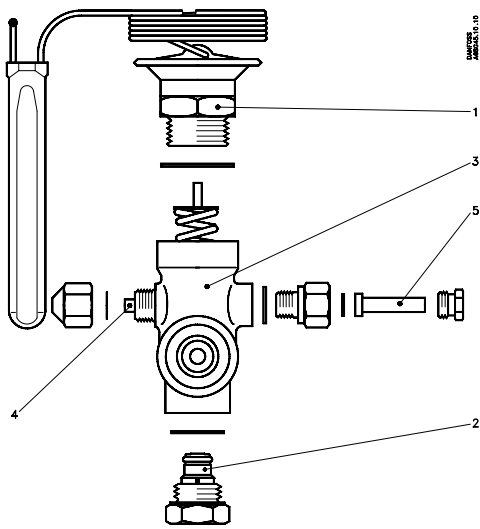

Fig. 1
Denne kan ændres ved at dreje spindelen (se fig. 1 pos. 4). Drejes højre om (med uret), forøges overhedningen og omvendt. En omdrejning forskyder overhedningen ca. 0.5°C.
This setting can be altered by rotating the spindle (see Fig. 1, post 4) – clockwise rotation increases the superheat, and vice versa.